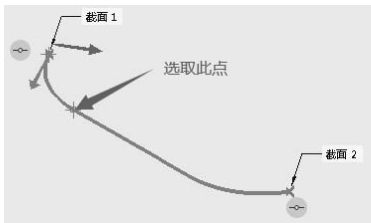
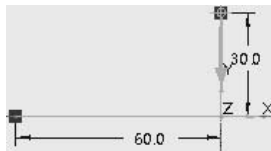
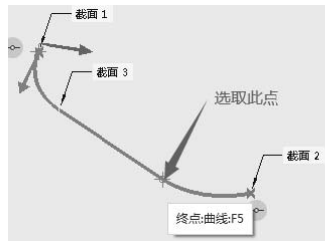

图 5.25 参考点位置
图 5.26 截面 3
图 5.27 参考点位置
(2) 在“扫描混合”功能选项卡 **截面** 区域中单击 **插入** 按钮，首先选取如图 5.25 所示的点作为参考，然后单击 **草绘** 按钮，绘制如图 5.26 所示的截面。
(3) 在“扫描混合”功能选项卡 **截面** 区域中单击 **插入** 按钮，首先选取如图 5.27 所示的点作为参考，然后单击 **草绘** 按钮，绘制如图 5.26 所示的截面。